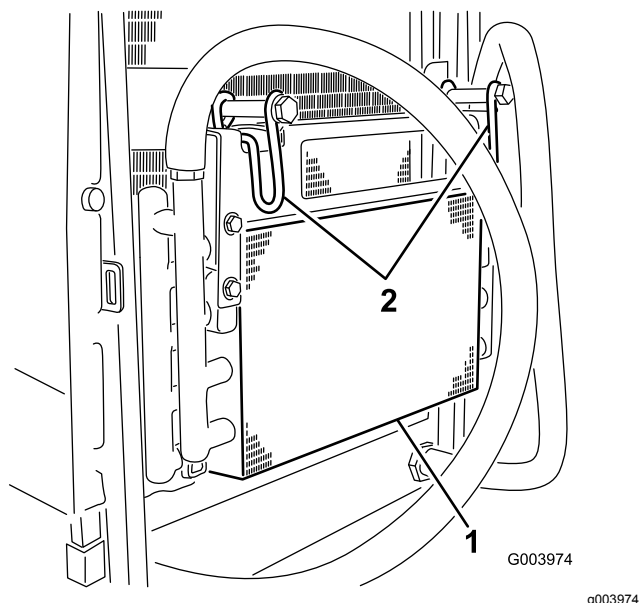

Figura 80
5. Articule os trincos para dentro para libertar o arrefecedor do óleo (Figura 80).